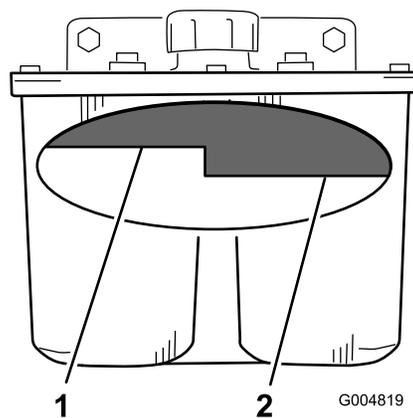

Figure 69
2. Nettoyez la surface autour du goulot de remplissage du réservoir hydraulique (Figure 69).
3. Enlevez le bouchon du goulot de remplissage et vérifiez si le réservoir contient du liquide (Figure 69).
Remarque: Lorsque l'huile est chaude, le niveau de liquide doit atteindre le haut du repère "à chaud" sur le déflecteur (Figure 69).